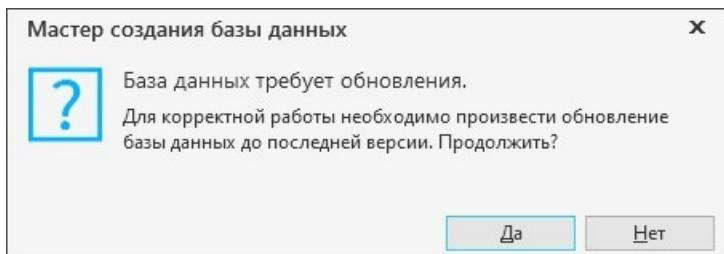

Рис. 3.23
- ◆ Если была выбрана существующая база данных актуальной версии, откроется окно с соответствующей информацией (рис. 3.23, а). Нажмите кнопку **OK**.
- ◆ Если была выбрана база предыдущей версии (для Хранилища профилей или системы Нормирование материалов), откроется окно с предложением обновления базы до актуальной версии (рис. 3.23, б). Нажмите кнопку **Да**.